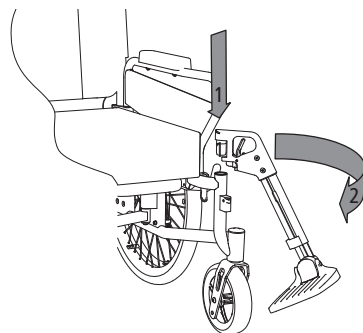

fig. 4
1. Sæt benstøtterne på fra siden ovenfra (1, fig.4), og sving disse fremad (2, fig. 4). Benstøtterne låses fast med et klik.